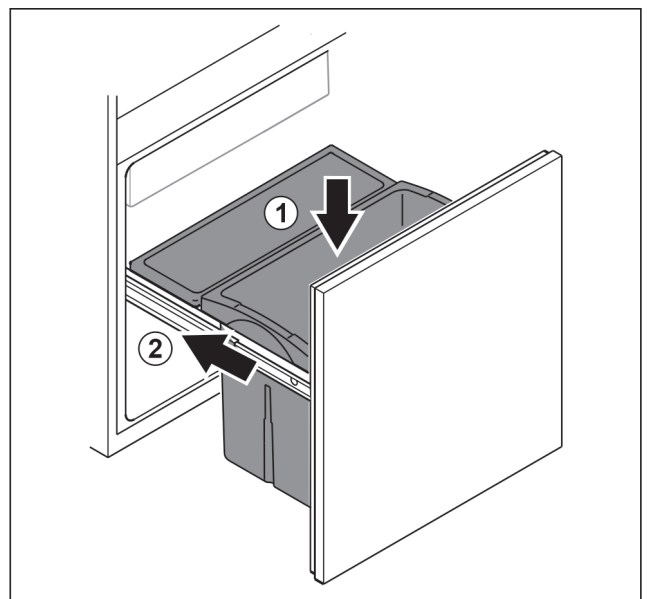

Fig. 101
- ▶ Вставити висувний ящик зверху. Fig. 101 (1)
- ▶ Вставити витяжний візок. Fig. 101 (2)